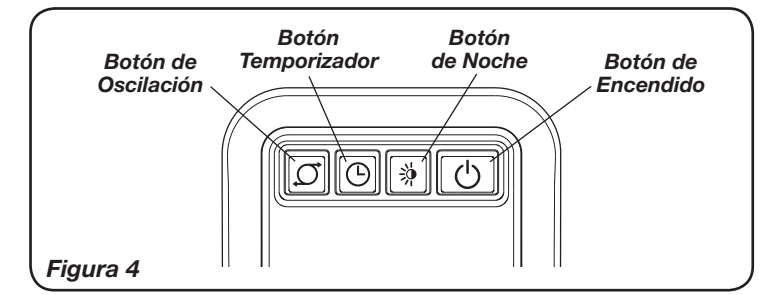
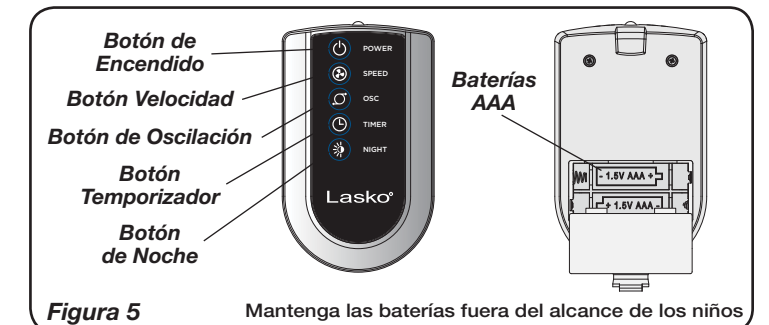

Figura 4
Figura 5
Puede operar este ventilador con los controles manuales ubicados en la parte superior de la unidad (Figura 4) o con el control remoto (Figura 5).
1. Instale las dos baterías "AAA" (no incluidas), como se muestra en la Figura 5.